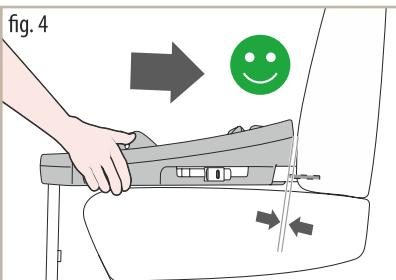

fig. 4
- Затем сдвиньте основание к спинке, пока оно полностью не выровняется со спинкой (рис. 4).